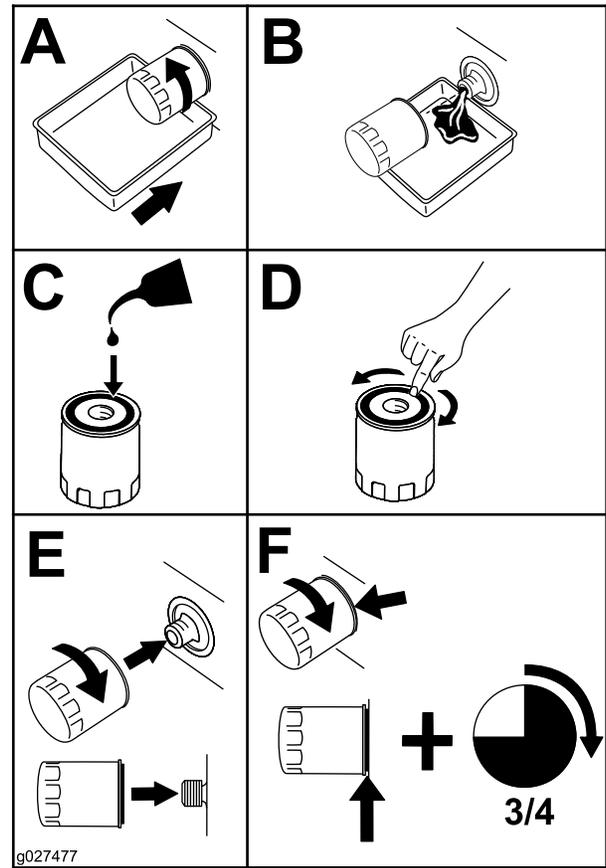

Figura 56
2. Cambiate il filtro dell'olio del motore (Figura 56).